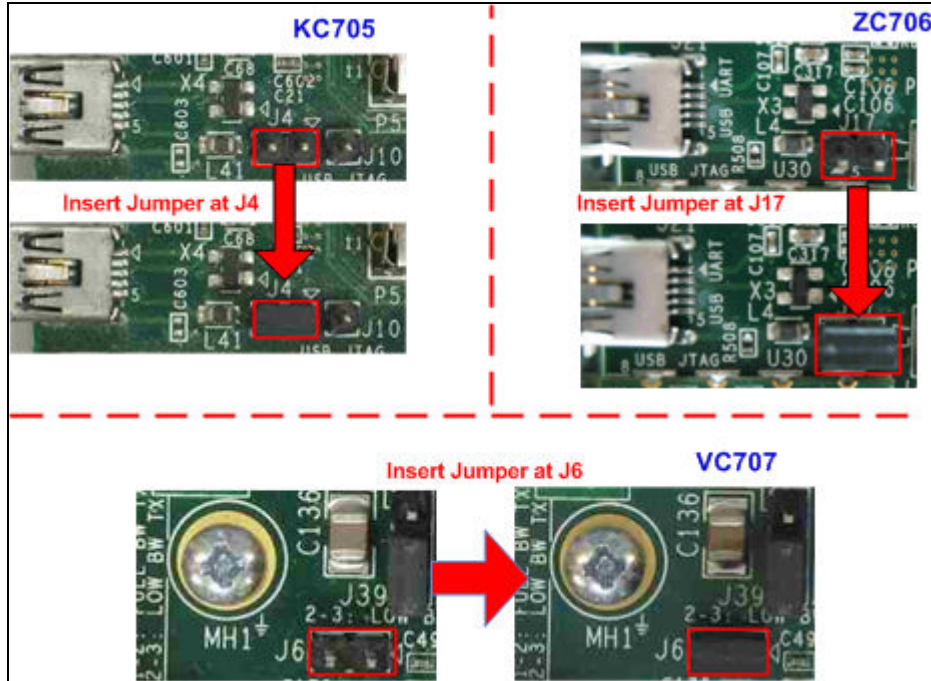

図 8 FPGA ボード上の SFP+有効ジャンパをセットする
- ・ まず下図 8 に示すように、FPGA ボード上の SFP+有効ジャンパを装着します。